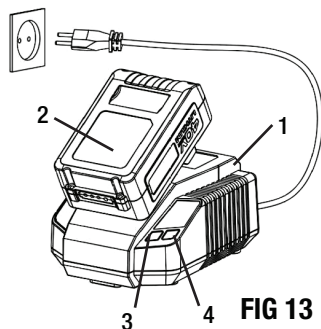

FIG 13
CHARGEMENT DE LA BATTERIE (FIG13)
- Branchez le chargeur (1) dans une source d'alimentation c.a. de 120 volts. Le voyant vert (3) s'allume pendant 5 secondes, puis le voyant s'éteint s'il n'y a pas de bloc-piles dans le chargeur.
- Glissez complètement la batterie (2) dans le chargeur jusqu'à ce qu'elle s'enclenche avec un déclic, tel qu'illustré à la figure 13. Le voyant vert clignotant indique que la batterie est en cours de chargement. Un voyant vert fixe indique que la batterie est complètement chargée.
- Un voyant rouge clignotant (4) indique que la température de la batterie est trop élevée pour être chargée. Attendez que la batterie refroidisse pour commencer le chargement.